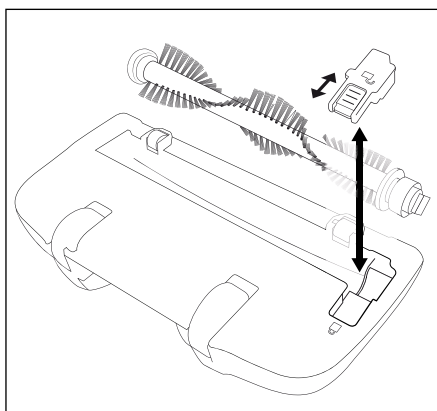

Fig. 4
- 2) Glissez le verrouillage sur le cache en direction de l'icône ■ de manière à pouvoir retirer le cache (fig. 4).
- 7) Remettez le cache en place et verrouillez-le en glissant le verrouillage en direction de l'icône  (fig. 4).